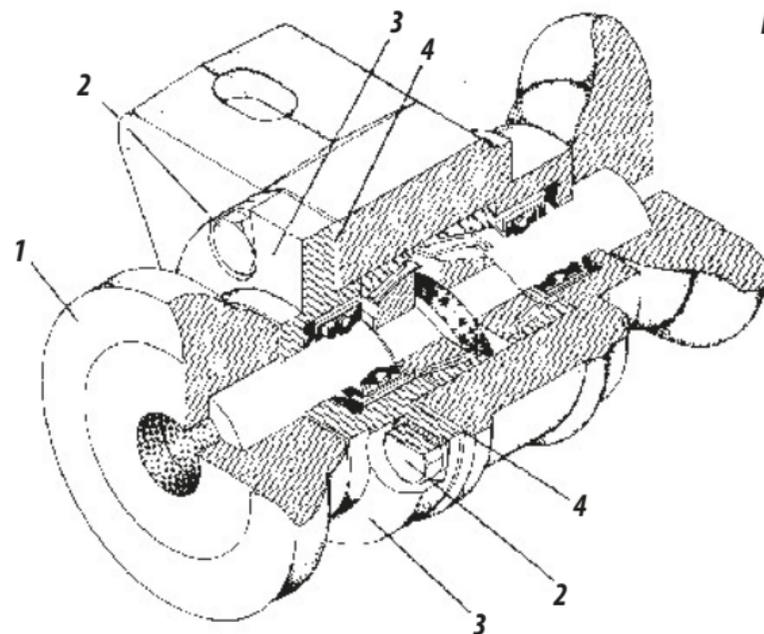

FIGURA 21
- 1 - sacar la arandela (1), **figura 21**;
- 2 - aflojar los tornillos (2) y sacar la tapa (3);
- 3 - sacar 1 o 2 retenedores de papel (4) de la tapa del cojinete.
- Si persistir la holgura, se puede maquinar la tapa (3), para mejorar la regulación, enseguida armar la misma en el cojinete con la cantidad de retenedores de papel necesaria.